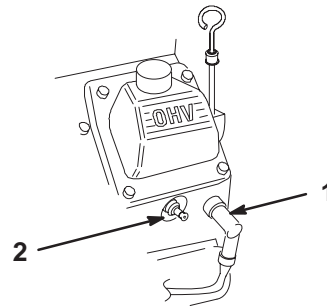

Figure 42
3. Débranchez le(s) fil(s) de(s) bougie(s) (Fig. 42). Nettoyez la surface autour des bougies pour éviter que des impuretés n'endommagent le moteur en tombant à l'intérieur.
3. Connectez les fils aux bougies (Fig. 42).